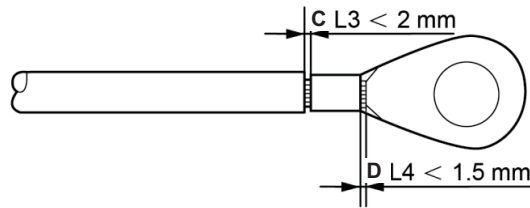

Figure 5.8 Dénuder le fil
4. Insérez le câble dénudé dans la zone de sertissage de la borne OT et utilisez une pince hydraulique pour sertir la borne sur le câble (voir figure 5.8).